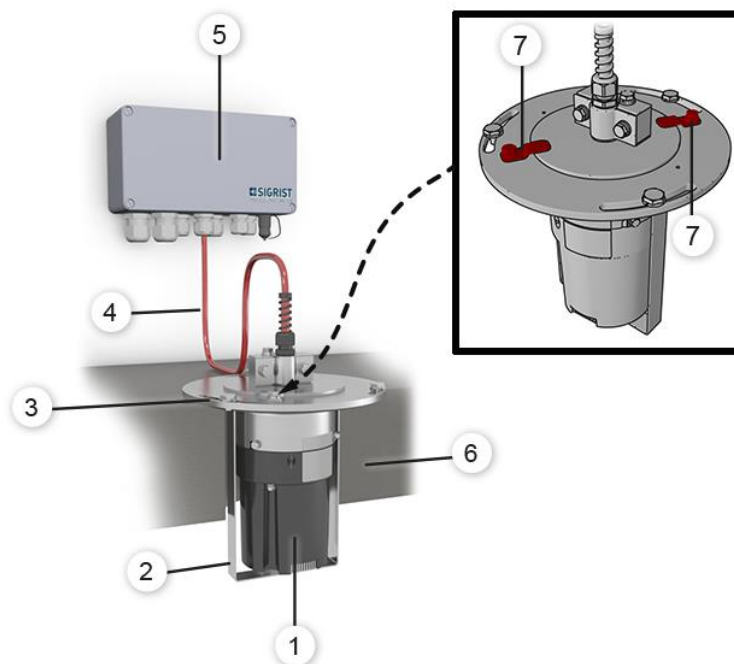

Figure 8: montage entrevoutes
2.	<p>Fixer le dispositif de montage avec le FireGuard 2 pré-monté sur le support de fixation (Figure 8, pos. 3) à l'aide des trois vis(cercles).</p> <p>A: voute du tunnel</p> <p>i Les perçages pour la fixation du support doivent exister.</p>
3.	<p>Orienter le photomètre comme suit:</p> <ol style="list-style-type: none"> 1. Libérer les deux languettes de fixation (Figure 8, pos. 7). 2. Ajuster la position du photomètre sur l'axe de la circulation. <p>i La marque (X) doit être alignée sur la direction du flux d'air (Y) dans le tunnel.</p> <ol style="list-style-type: none"> 3. Bloquer les deux languettes de fixation (Figure 8, pos. 7).